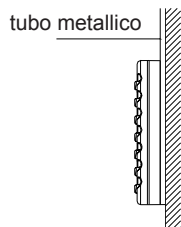

Figura 1:
2. Se il filo di controllo tra il dispositivo di controllo a filo e l'unità interna è installato in modo superficiale, utilizzate il tubo metallico n. 1 e predisponete delle rientranze corrispondenti nella parete (Fate riferimento alla Figura 1). Se utilizzate l'installazione a scomparsa, potete utilizzare il tubo metallico n. 1 (Fate riferimento alla Figura 2).